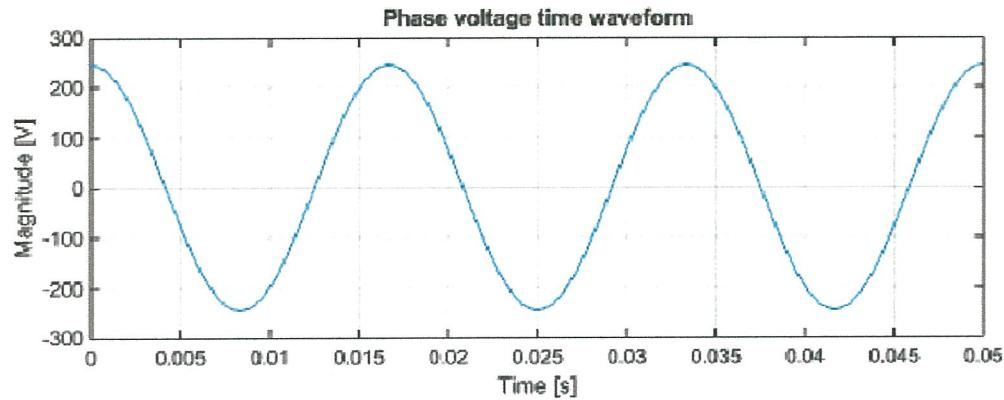

Figure Q1 (d)
- (d)** By referring to time waveform in **Figure Q1(d)**, determine